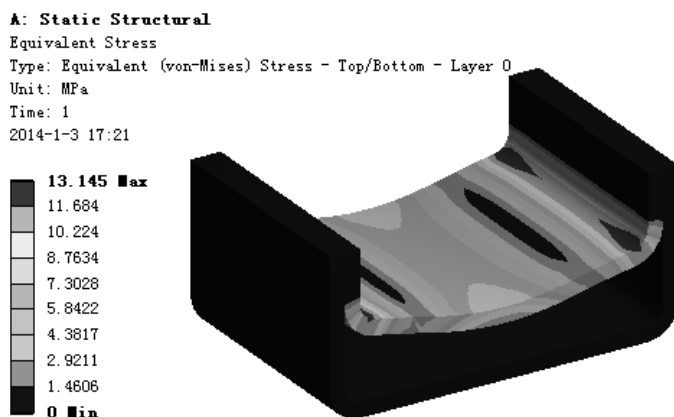

图 7.6.91 应力结果图解
(1) 求解分析。在顶部工具栏中单击  **Solve** 按钮求解分析。
(2) 查看应力结果图解，在“Outline”窗口中选中  **Equivalent Stress**，查看图 7.6.91 所示的总应力结果，其最小应力为 0MPa，其最大应力为 13.145 MPa。